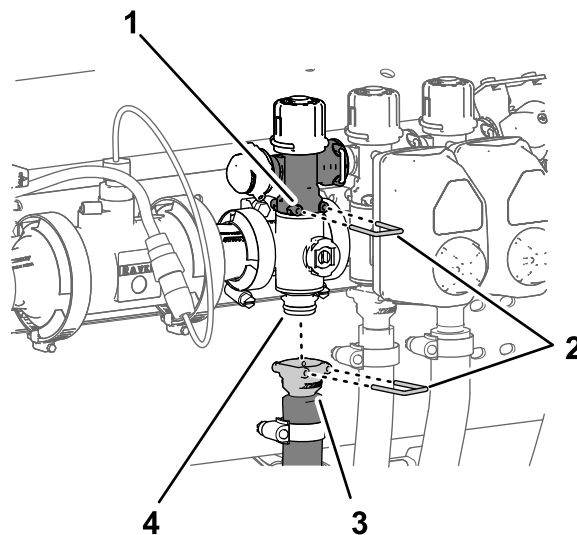

Bild 110
1. Entfernen Sie den Schnellkupplungsstift, mit dem die Schnellkupplung für das Abschnittssicherheitsventil am Abschnittverteilterventil befestigt ist (**Bild 110**).
2. Entfernen Sie den Schnellkupplungsstift, mit dem die Schnellkupplung für den Abschnittzulaufschlauch am Verteiler für das Schnellkupplungsanschlussstück des Abschnittverteilterventils befestigt ist (**Bild 110**).